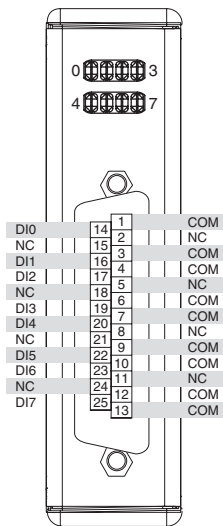

图 3 引脚说明
NI 9421/9423 的每个通道都带有一个可连接电压或电流信号的端子或引脚 (DI)。NI 9421/9423 还带有一个公用端子或引脚 (COM)，内部连接至模块的隔离参考地。NI 9421/9423 的每个数字输入通道都带有一个 LED，用于显示通道的状态。表 1 为螺栓端子接口的 NI 9421 和 NI 9423 的端子分配示意图。图 3 为 DSUB 接口的 NI 9421 的引脚分配示意图。